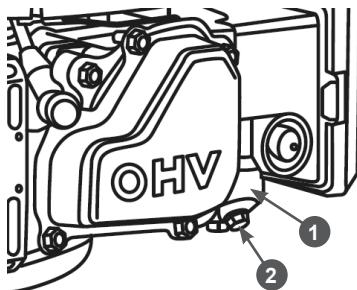

Рис. 20 Слив топлива из карбюратора
- Установите под карбюратор 1 подходящую емкость (Рис. 20).
- Открутите болт 2 сливающего отверстия и слейте топливо из поплавковой камеры карбюратора (Рис. 20).